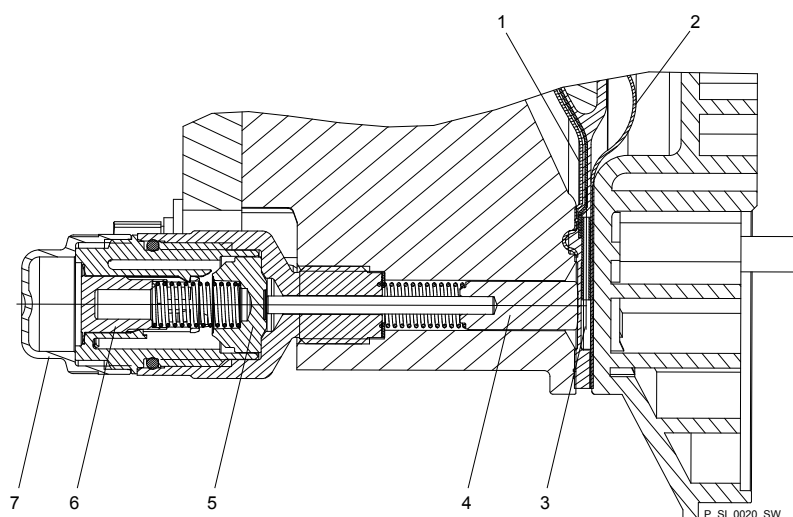

Fig. 39 : Vue en coupe de la signalisation de rupture de membrane Sigma (version « capteur visuel de rupture »)
2. ➤ Si le piston du capteur de rupture de la membrane – voir Fig. 39 , pos. 4 – devient humide ou encrassé, nettoyer le piston ainsi que l'orifice dans lequel il se déplace.